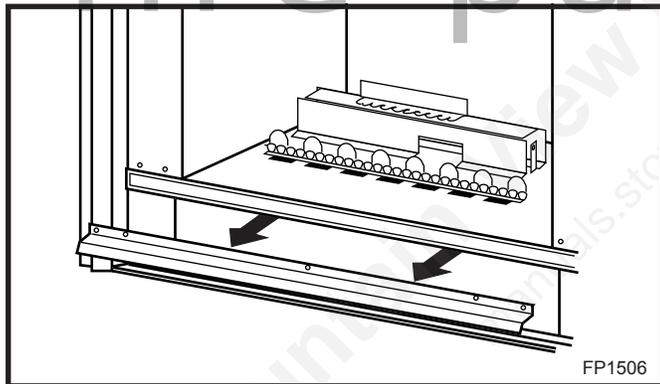

Fig. 28 Remove the bottom door rail.
3. Remove the bottom door rail. (Fig. 28)